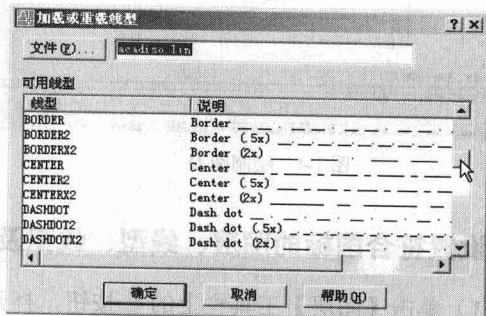

图 1-9 【加载或重载线型】对话框
(7) 单击 **加载(L)...** 按钮，打开【加载或重载线型】对话框，如图 1-9 所示。该对话框列出了线型文件中包含的所有线型，用户在列表框中选择所需的一种或几种线型，再单击 **确定** 按钮，这些线型就被加载到系统中。当前线型文件是“acadiso.lin”，单击 **文件(F)...** 按钮，可选择其他的线型库文件。本例设定的线型其轮廓线层为“Continuous”，中心线层为“CENTER”，虚线层为“DASHED”。